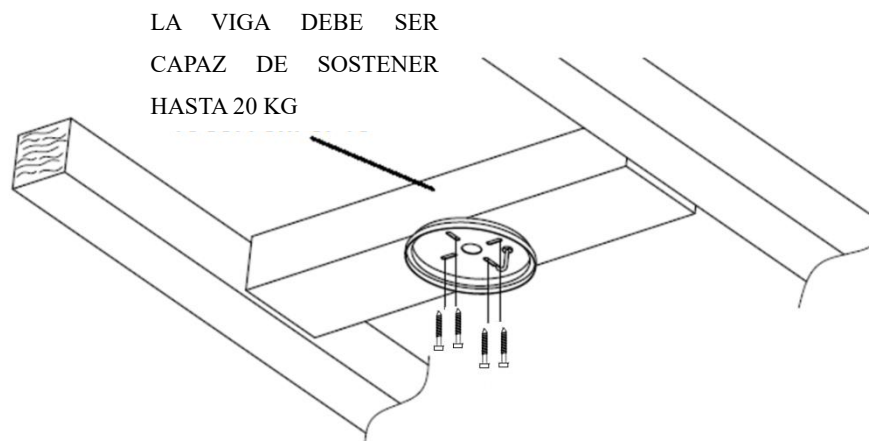

Fig. 2
- Con los dos tornillos largos suministrados, instale el soporte a una viga o una estructura del techo capaz de soportar, al menos, 20 kg de peso con los 4 tornillos largos suministrados. Asegúrese de enroscar los tornillos 30 mm como mínimo en el soporte. (Fig. 2)